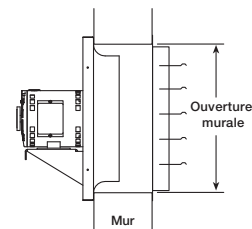
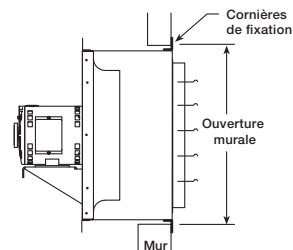
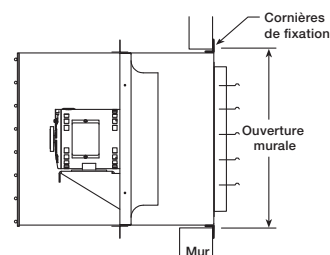
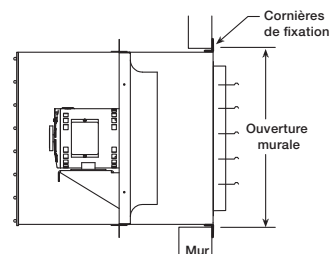

Figure 2 — Pose murale directe
Figure 3 — Pose avec manchon mural
Figure 4 — Pose avec manchon mural et grille
Figure 5 — Pose avec caisson mural
1. Amener le ventilateur à l'emplacement souhaité et déterminer par quelle méthode il doit être posé comme indiqué sur les Figures 2, 3, 4 et 5. Le manchon mural en option (Figure 3), le manchon mural et la grille (Figure 4) ou le caisson mural (Figure 5) constituent des moyens pratiques de pose murale des ventilateurs.